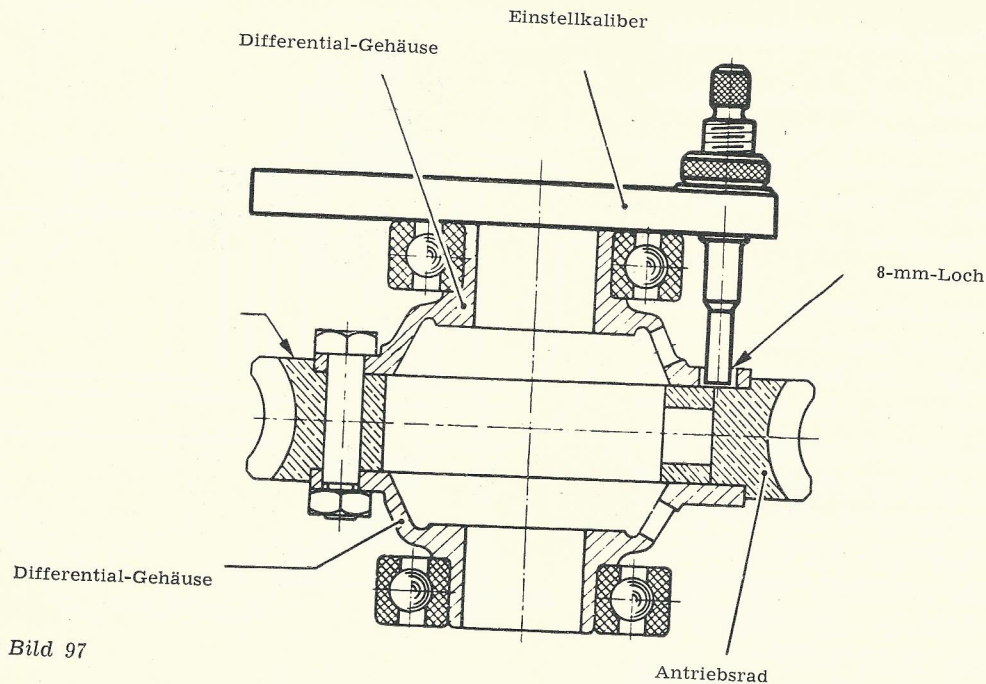

Bild 97
3. Jetzt wird beim Differentialgehäuse die Distanz zwischen der Auflage des Planetenrades (Kegelradachse) und des Kugellagers (inkl. Kugellager) gemessen (Bild 97). Zu diesem Zweck wird die Mikroschraube in das 8-mm-Loch des Differentialgehäuses eingeführt.